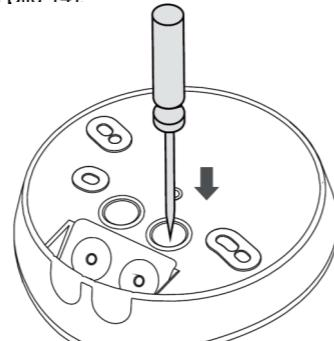

Bild 14
3.4.2.2 Brechen Sie die Ausbrüche aus und führen Sie die Leitung in das Unterteil (Siehe Bild 14).